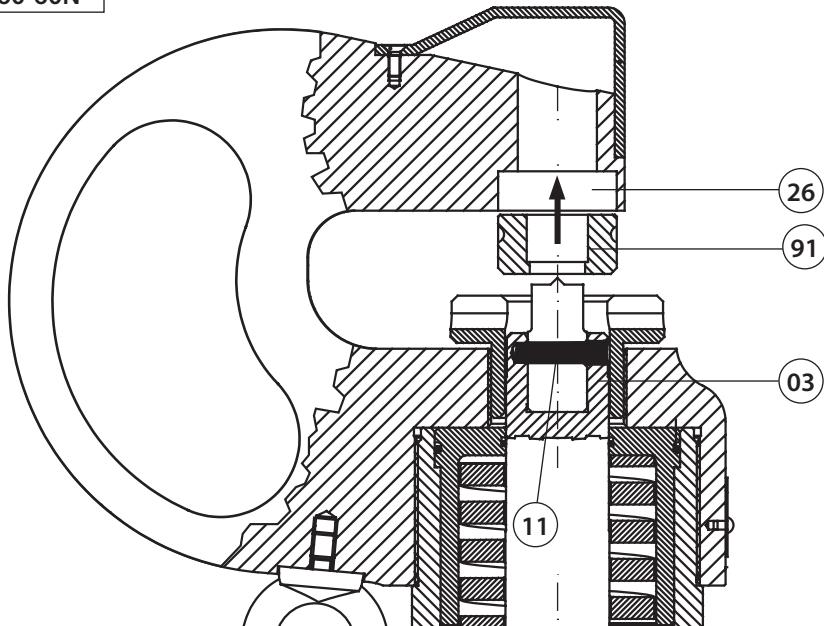

FIG. 3 DIE ASSEMBLY MONTAGE DE LA MATRICE EINBAU DER MATRIZE
- Ruotare a mano la vite premi-lamiera (10) per orientarne la scanalatura (y) verso il fronte della testa.
- Azionando lentamente la pompa, fare avanzare il pistone (03) sino alla posizione in cui, attraverso la scanalatura (y) risulti completamente visibile il grano (11); svitare detto grano utilizzando una chiave a brugola da 3 mm ed estrarlo in modo da liberare la sede interna del pistone stesso.
- Introdurre il punzone (90) sino ad inserirlo nella sede interna del pistone (03) tenendo allineato il foro (x) del punzone con il grano (11).
- Inserire il grano (11) ed avvitarlo a fondo in modo da bloccare il punzone dentro il pistone.
5. MONTAGGIO DELLA MATRICE (Rif. a Fig. 3)
- Assicurarsi che la pressione nella pompa, cui è allacciata la testa, sia rilasciata in modo che il pistone (03) sia completamente retratto in posizione di riposo.
- Svitare, con la chiave a brugola da 3 mm, il grano (26) di blocco.
- Inserire la matrice (91) nella sua sede rispettando la posizione della scanalatura di blocco che deve trovarsi verso l'alto.
- Riavvitare il grano di blocco (26).